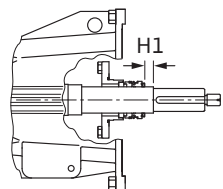

Fig. 31: Version med glideringstætning
- Skub fikseringen 5.3 på akslen, og monter den under iagttagelse af installationsmålet H1 og tilspændingsmomentet (se fig. 31 og tab. 9).